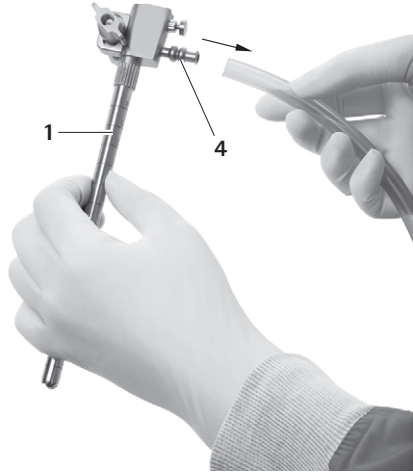

Fig. 12
- Retirer le tuyau du raccord d'irrigation **4**, voir Fig. 12.